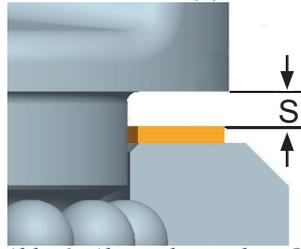

Abb. 6: Abstand zwischen Ober- und Unterteil
- Das Maximalspiel „S“ zwischen Ober- und Unterteil des So-PowerPoint® darf nicht überschritten werden (Abb. 6):
- So-PP-...-3,5t (4) bis So-PP-...-8t (10) max. 2,5 mm